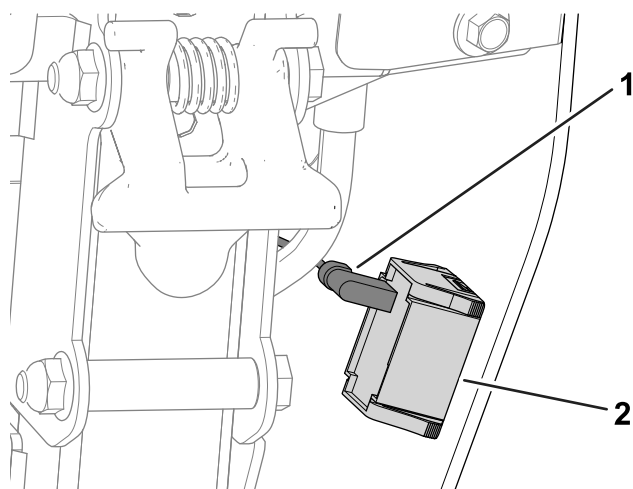

Figura 1
1. Scollegate il connettore del cablaggio preassemblato dal contaore (Figura 1).